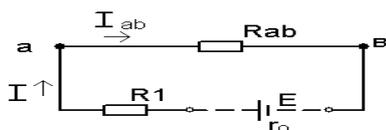

рис. 3
2.5. Эквивалентное сопротивление цепи относительно зажимов источника (рис. 3):
3. Определим ток всей цепи: (закон Ома для цепи, рис. 3).
4.1.  $I_1 = I_{ав} = I = 5 \text{ A}$  (схема рис. 3);